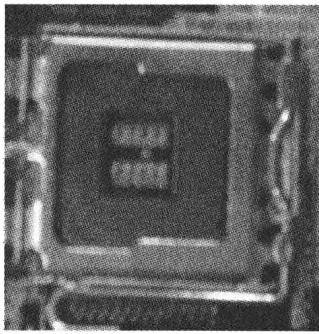

图 1-5 LGA775 接口
(4) SocketT 接口与 LGA775 处理器上的金属触点相对应，它是一排排整齐的触须，这些触须柔软而富有弹性，如图 1-5 所示。SocketT 前端总线频率为 800MHz，电压为 1.33V，并拥有 1MB 的 L2 缓存。LGA 封装下 CPU 的特征是没有了以往的引脚，只有一个个整齐排列的金属圆点，故此 CPU 并不能利用引脚固定，而需要一个安装扣架固定，让 CPU 可以正确压在 SocketT 露出来的具有弹性的触须上，其原理就像 BGA 一样，只不过 BGA 是用焊锡焊死，而 LGA 可以随时解开扣架而更换芯片。SocketT 主板采用的芯片组有 Intel 公司的 i915P/i915G/i925X/i945/i975 系列。LGA775 接口可支持 Pentium IV 和 Celeron D 64 位系列 CPU。